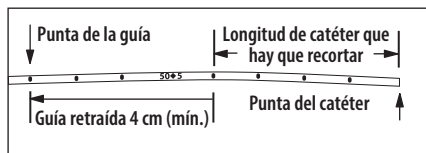

Figura 2
8. Retire el dispositivo de colocación/estilete de refuerzo a través del tabique para retraerlo al menos 4 cm detrás del lugar del corte del catéter (consulte la figura 2).